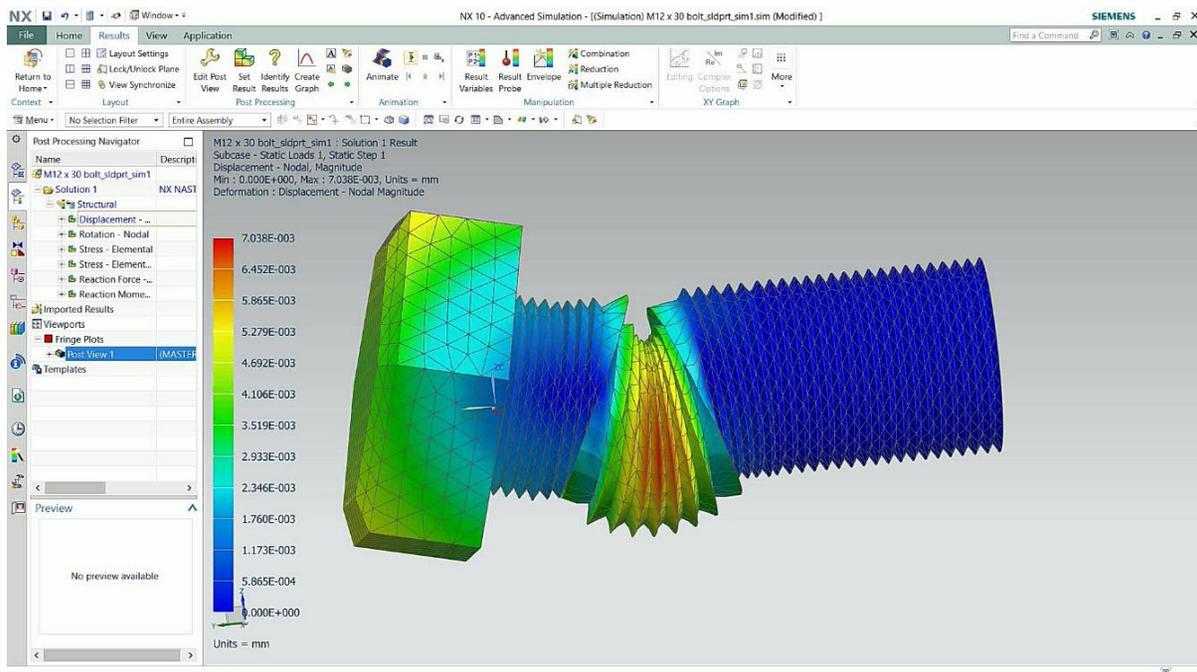

Figura 5.46 Resultados del análisis.
- Una vez completado el análisis, en el menú del lado izquierdo, dar doble click en **Results** y en **Structural** para observar los resultados (Figura 5.46).